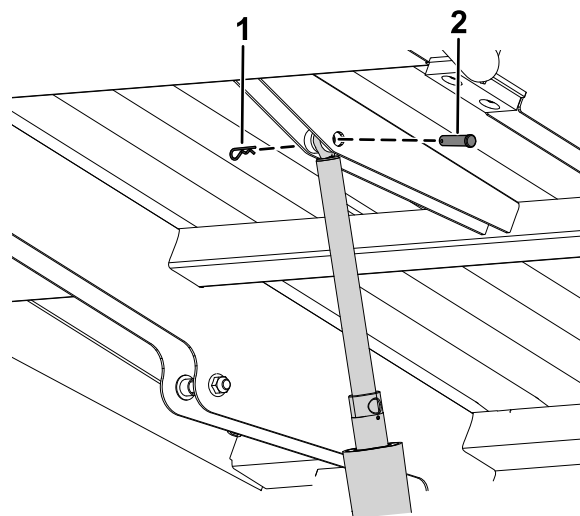

図 8
5. 伸びたシリンダの先端を、クレビスピンとヘアピンコッターで荷台に固定する図 8。